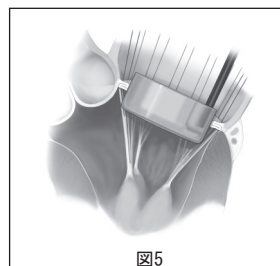

図5
4. バレルサイザ（モデル1173B）を用いてサイジングを行うときは、サイザの円筒部を患者の弁輪に通過させます（図5）。